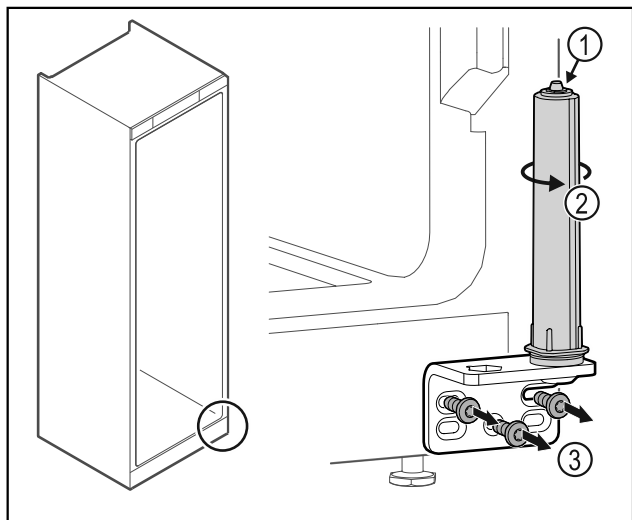

Fig. 23
- ▶ Ne szedje szét az ajtó zárrendszert Fig. 23 (1).
- ▶ Forgassa el a zárrendszert Fig. 23 (2), amíg az be nem kattann.
- ▶ Csavarozza le a csuklópántot Fig. 23 (3).